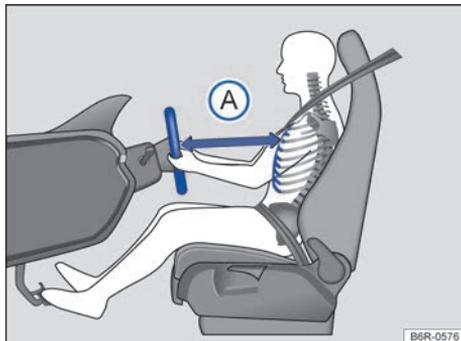
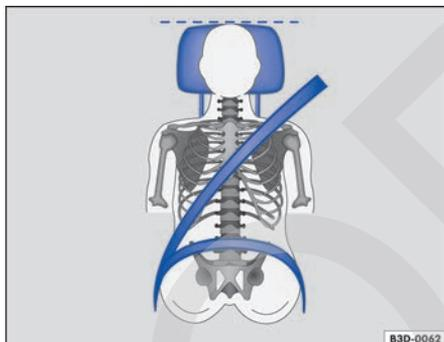

Fig. 37 La distancia correcta entre el conductor y el volante **A** debe ser de 25 cm, como mínimo.
Fig. 38 Posición correcta de la banda del cinturón de seguridad y ajuste correcto del apoyacabezas.
- Ajustar el asiento para que la distancia entre éste y el tórax tenga como mínimo 25 cm → fig. 37 **A** y que el conductor pueda asegurar el volante por el borde externo con las dos manos y los brazos ligeramente doblados.
- Para los asientos con apoyacabezas: ajustar el apoyacabezas para que su borde superior se encuentre preferentemente en la misma línea de la parte superior de la cabeza → **fig. 37** y → **fig. 38** – pero no por debajo de la altura de los ojos. Colocar la parte posterior de la cabeza lo más cerca posible del apoyacabezas.